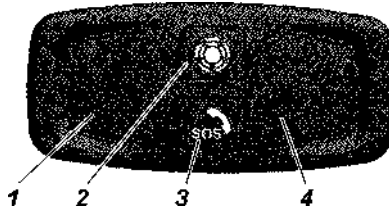

Abb. 3.6. Benutzeroberflächenblock:
- einer Benutzer-Schnittstellen-Einheit (BNP) mit der Taste „SOS“ 3 (Abb. 3.6), die sich an der Innenseite der Fahrgastzelle befindet;
Die Anzeige des Geräts ist konstruktiv mit der Notruftaste „SOS“ 3 (Abb. 3.6) kombiniert, und ihre Anzeige in Abhängigkeit von den Betriebsmodi des YB-EOS ist in Tabelle 3.1 aufgeführt.